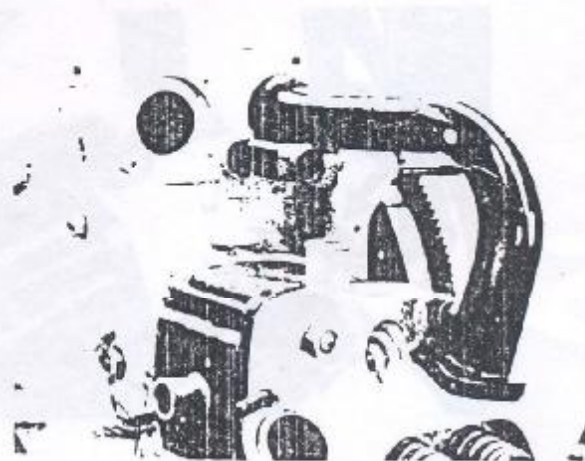

Figura 1.01.5 - Dutos de admissão
9. Desapertar os parafusos de fixação dos flanges dos dutos de admissão aos cabeçotes (Figura 1.01.5). Remover os parafusos e as arruelas.